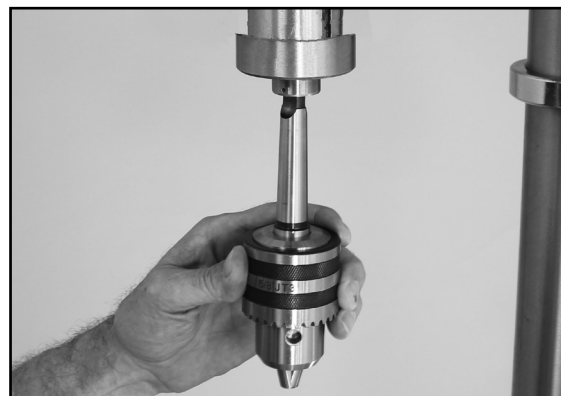

Figure 8
1. Insérez doucement l'extrémité courte fuselée JT3 de l'arbre dans le trou fileté derrière le mandrin (Figure 8).